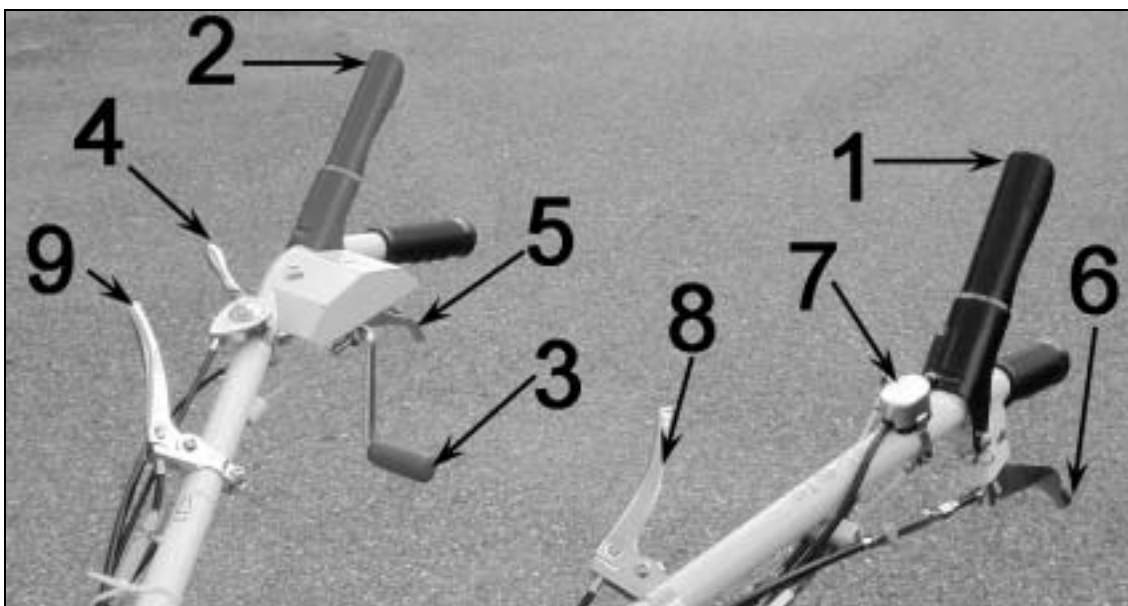

Figure 7
Appuyez sur la poignée (figure 7, repère 8) pour ajuster la hauteur du mancheron à votre morphologie.
Appuyez sur la poignée (figure 7, repère 9) pour faire pivoter à droite ou à gauche le mancheron. Utilisez ces possibilités pour travailler sous les branches des arbres, dans un verger ou à côté d'un mur.
Ce contacteur permet la mise sous/hors tension du circuit d'allumage de la machine (figure 7, repère 7). Utilisez le pour démarrer ou arrêter la machine.
- Tournez le bouton de contact sur la position "ON" (Figure 7, repère 7).